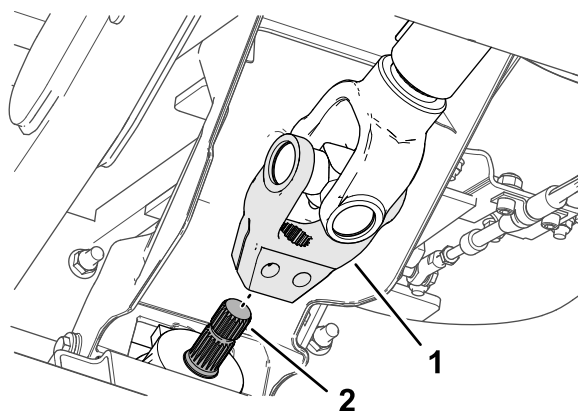

Рисунок 16
- Совместите шлицы вилки ведущего вала со шлицами входного вала навесного оборудования (Рисунок 16) и наденьте вилку на вал.